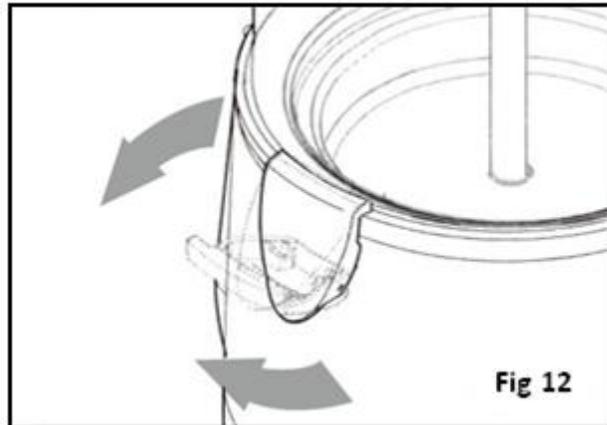

Fig. 12
- Sbloccare i fermi della vasca come illustrato nella Fig. 12, per liberare la vasca dal corpo dell'apparecchio;